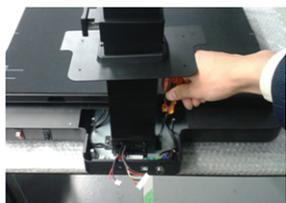

图3
1.5 产品简介/示意图 3
第三步：将竖杆垂直固定在底座螺丝位（别装反，小盖板缺口向外），拧上“M3六角螺母”6个，并用“六角套筒”将“六角螺母”锁紧，如图3所示；